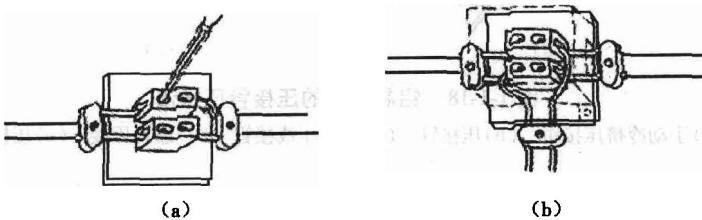

图 1-1-16 瓷接头连接
⑤瓷接头的连接方法:对于芯线截面积在 $10\text{ mm}^2$ 以下的导线,还可采用瓷接头进行直线或分支连接,如图1-1-16所示。连接时,线头两端不可更换位置以免接错相位;连接后,需用绝缘胶布将瓷接头的螺钉端面绑扎封住。